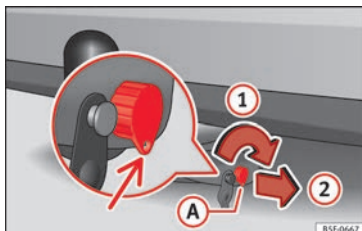

Abb. 224 Schloss sperren
- Drehen Sie den Schlüssel **(A)** in Pfeilrichtung **(1)**, bis sich der gelochte Teil des Schlüssels unten befindet » **Abb. 224**.